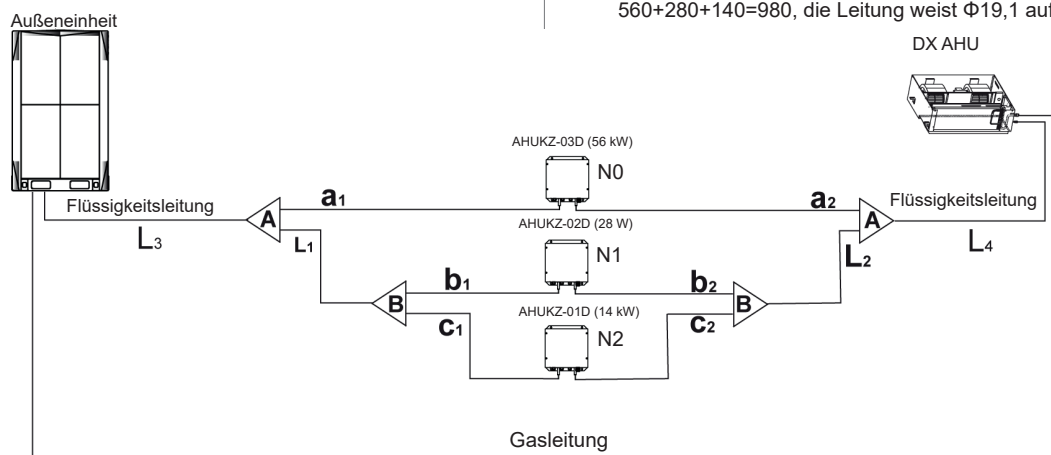

Abbildung 3-7
Rohrbezeichnung	Code(siehe Abbildung 3-7)
z. B.1: Siehe Abbildung 3-7, die Leistung der nachgeschalteten Steuereinheit für L4 beträgt 560+280+140=980, die Leitung weist Φ19,1 auf.